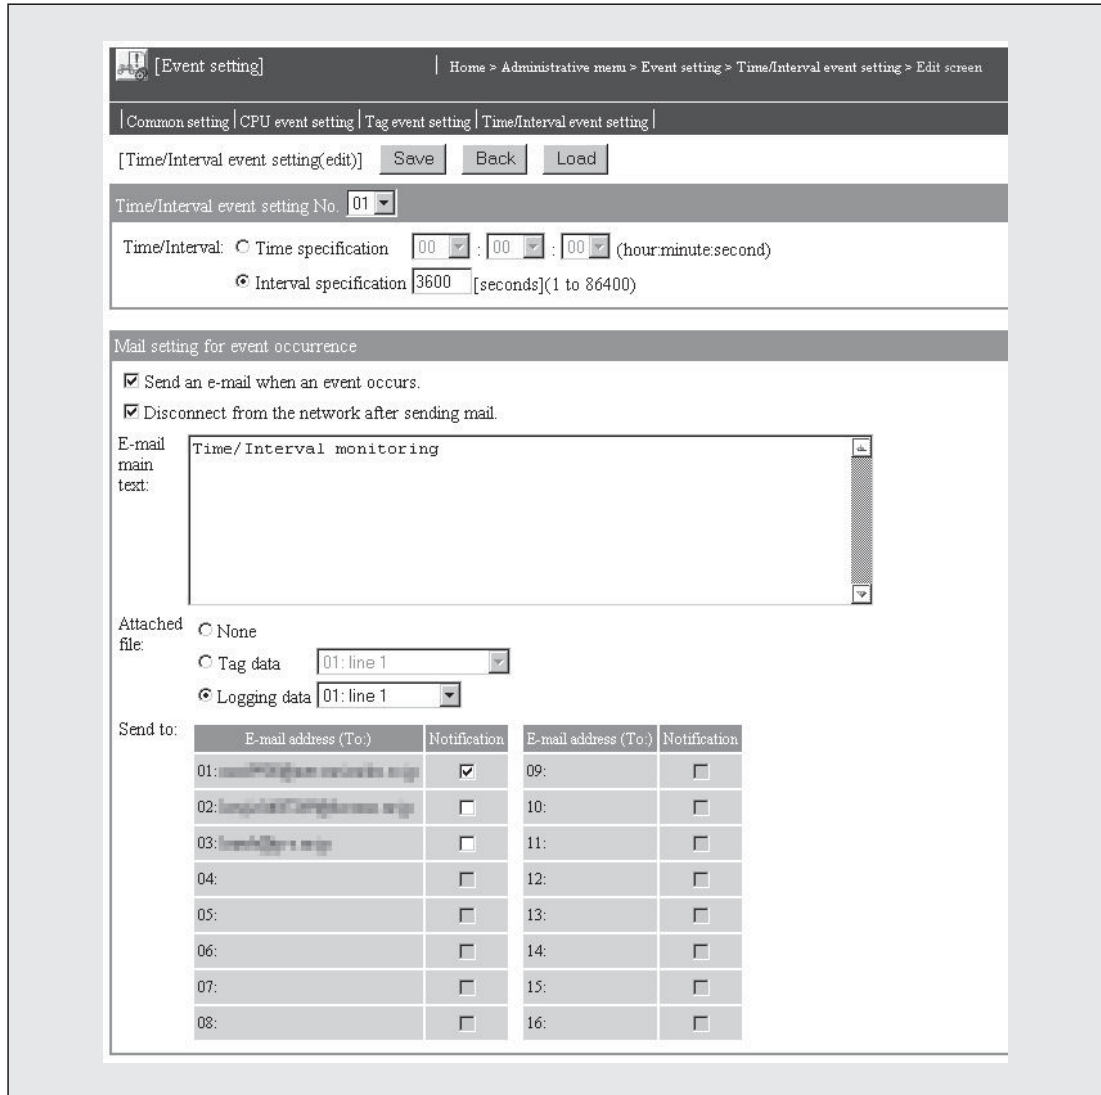

Abb. 7-46: Bei der Einstellung eines zeitgesteuerten Ereignisses kann das Senden einer E-Mail aktiviert und der Text der E-Mail angegeben werden.
- **Inhalt:** Es wird der Text angezeigt, der bei der Einstellung des Ereignisses angegeben wurde (siehe Abb. 7-46).